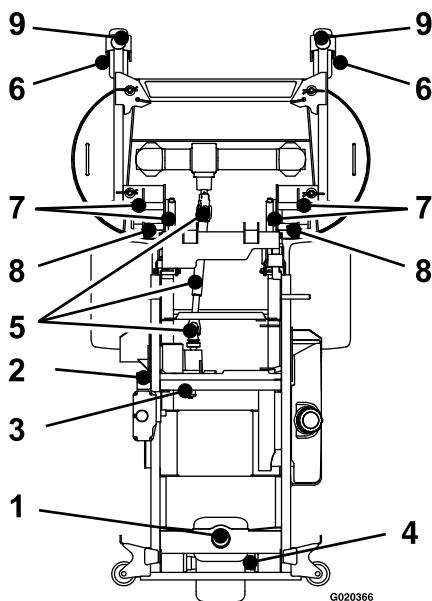

Figura 30
5. Lubrificate il braccio di rinvio cinghia-pompa (Figura 30).